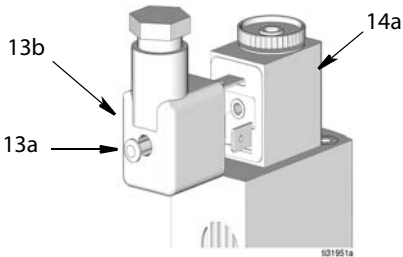

Рис. 31
4. Снова подключите разъем DIN (13b) к разъему соленоида (14a) (Рис. 31).
5. Затяните винт (13a) с задней стороны разъема mini DIN соленоида (13b) (Рис. 31).